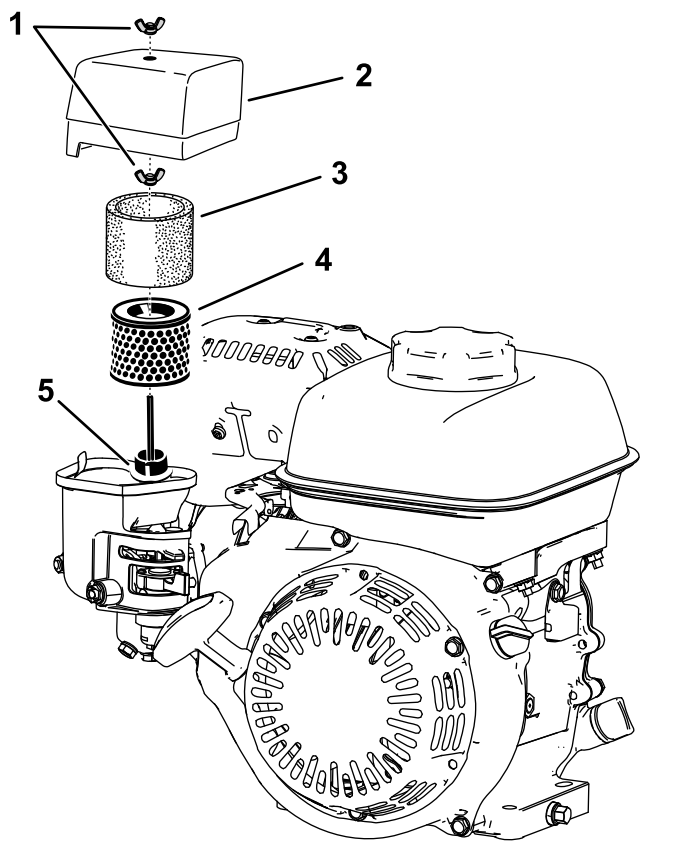

Bild 17
- Entfernen Sie die Flügelmutter, mit der die Luftfilterabdeckung befestigt ist (Bild 17).